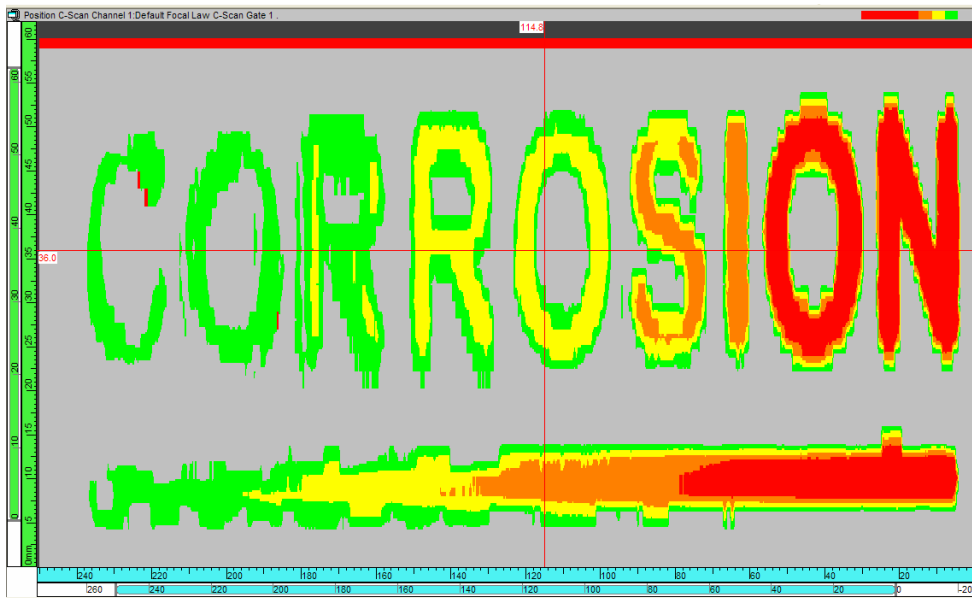

Figure 7-52 Exemple de visualisation de la corrosion d'une pièce de démonstration
- a) Réglez les curseurs supérieur et inférieur pour qu'ils correspondent, respectivement, aux épaisseurs de corrosion maximale et minimale de votre pièce (voir l'exemple dans la Figure 7-52 à la page 406).
Le C-scan doit maintenant faire ressortir la corrosion de la pièce, tel que montré dans l'exemple illustré dans la Figure 7-52 à la page 406.